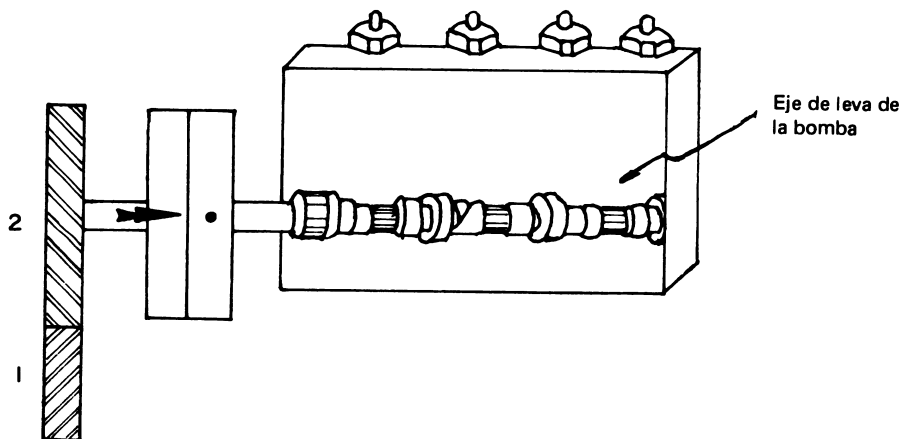

Fig. 27. En el acople de la bomba de inyección se observa el enfrentamiento de las marcas de adelanto de la volante.
- 4) Vea el enfrentamiento de las marcas en el acople de la bomba de inyección (Fig. 27). En algunas bombas dichas marcas están adentro (bombas rotativas).